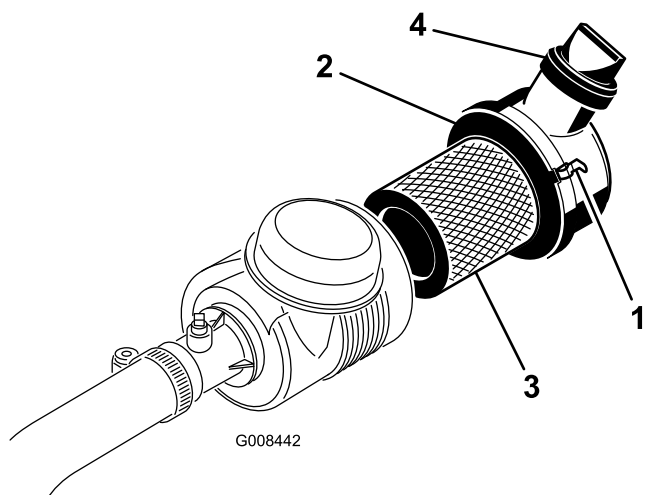

図 30
- エアクリーナのカバーをボディーに固定しているラッチを外す(図 30)。
- カバーとボディーがラッチで確実に固定されていることを確認する 図 30。